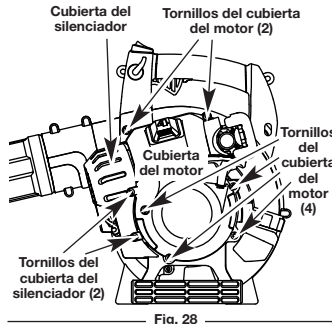

Fig. 28
- Quite los dos (2) tornillos de la manija utilizando un destornillador de hoja plana, o un destornillador de cabeza Torx del número T-20, mientras sujeta las tuercas con una llave para tuercas de 3/8" (Fig. 28).
- Saque el perno superior situado cerca de la manija de la cuerda del arrancador con las herramientas mencionadas en el paso 1 (Fig. 28).
**NOTA:** Asegúrese de que los tornillos se vuelvan a colocar en los agujeros originales (Fig. 28).
- Retire los cinco (5) tornillos de la parte posterior de la tapa del motor con destornillador de cabeza plana o Torx No. T-25 (Fig. 28).